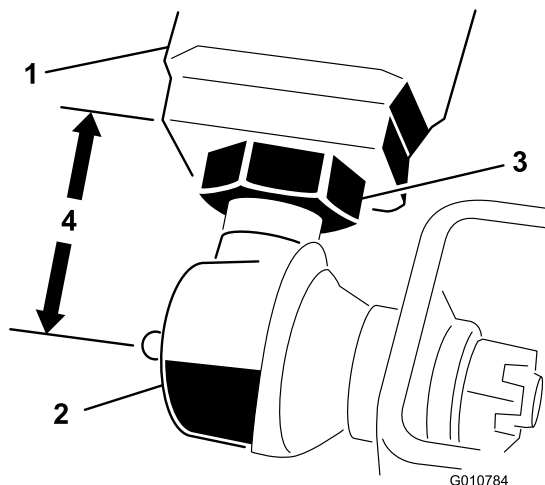

Figure 6
2. Mesurez l'écart entre le bout de chaque bras de levage et le centre de la rotule (graisseur). La distance doit être de 57 mm. Figure 6